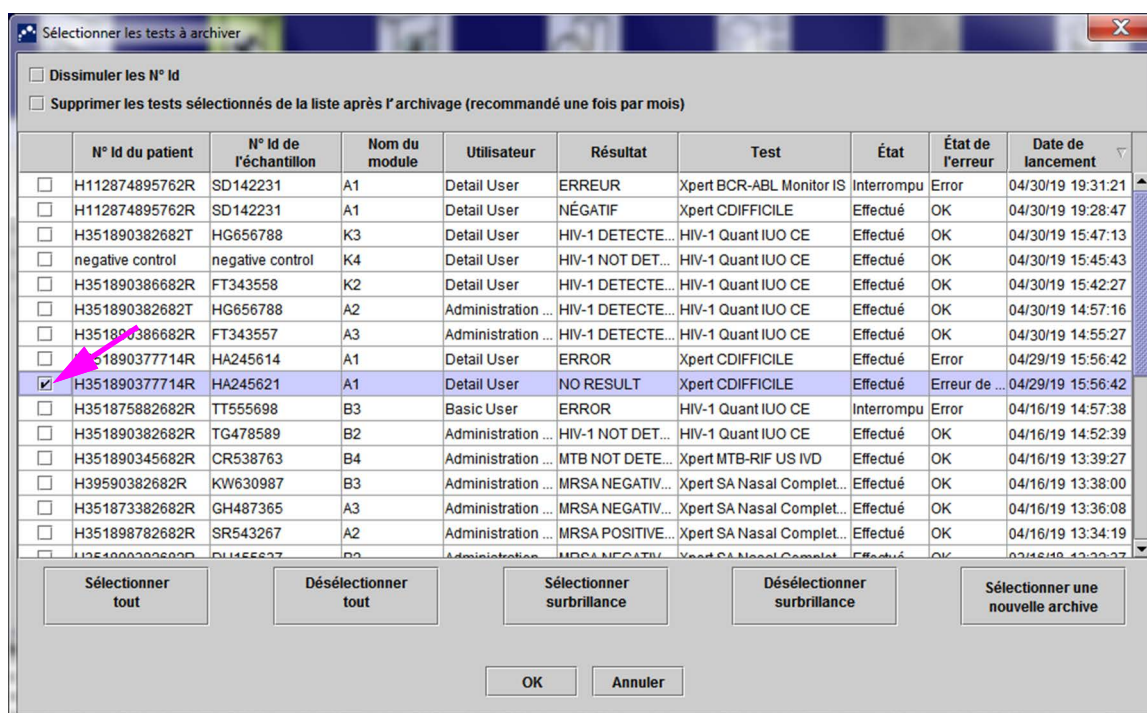

Figure 5-70. Boîte de dialogue Sélectionner les tests à archiver
1. Dans la fenêtre GeneXpert Dx System du menu **Gestion des données**, cliquez sur **Archiver le test**. La boîte de dialogue Sélectionner les tests à archiver s'affiche. Voir Figure 5-70.
2. Sélectionnez le(s) test(s) que vous souhaitez archiver. Cliquez sur la case à cocher à côté de chaque test à archiver. Voir Figure 5-70. Vous pouvez sélectionner les différents tests un par un, ou sélectionner un grand nombre de tests en cliquant sur l'un des boutons suivants au bas de l'écran Sélectionner les tests à archiver :
Quand la case à cocher **Dissimuler les N° Id**, située en haut à gauche de la boîte de dialogue Sélectionner les tests à archiver (Select Test(s) To Be Archived) (consultez la Figure 5-70) est cochée, toutes les informations concernant les ID échantillon et patient sont dissimulées.